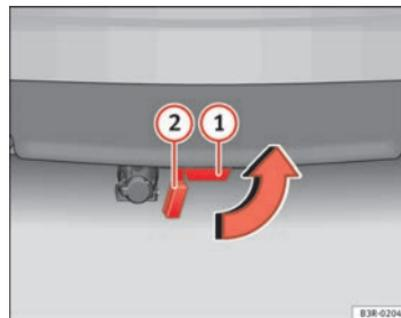

Fig. 160 Parachoques trasero: colocar el tapón
- Extraiga la rótula del tubo de enclavamiento tirando de ella hacia abajo **1** ⇒ **página 213, fig. 160**. Al hacerlo, la chapaleta de cierre que hay en el tubo de enclavamiento **2** lo cerrará automáticamente.